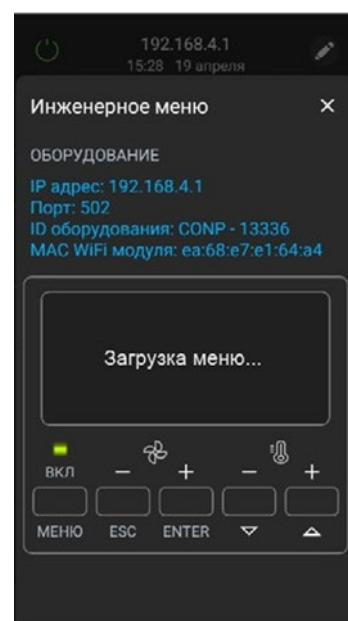

Рис.23
2. Три раза нажмите на кнопку «ENTER» в нижней части экрана — вы перейдете на экран «Загрузка меню» (см. рис.23).